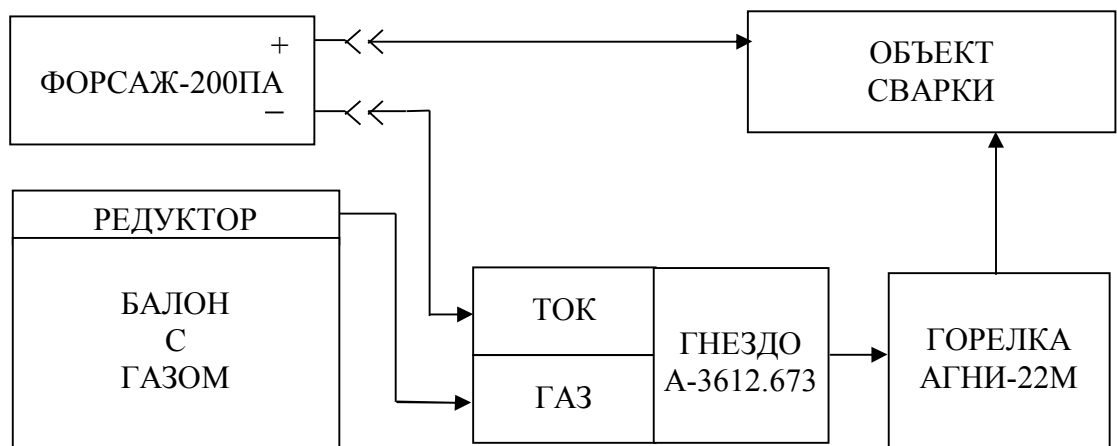

Рисунок 6.1
6.3.13 Для сварки аппаратом в ручном режиме неплавящимся вольфрамовым электродом в среде инертных газов рекомендуется следующие состав и схема рабочего места (рисунок 6.1):